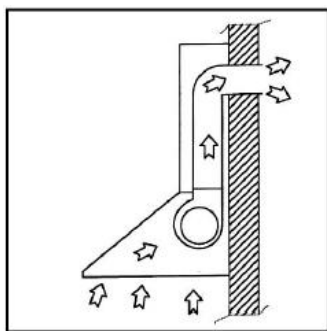

Fig.1
**VERSÃO COM ASPIRAÇÃO (Fig.1):** Efetua a descarga dos fumos e odores para o exterior; é a mais recomendada porque é a que apresenta melhores resultados em termos de aspiração e nível de ruído.